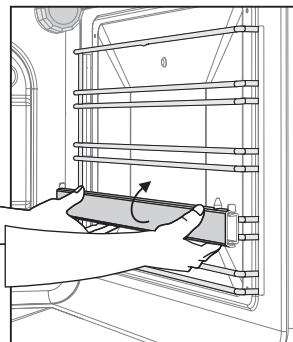

Рис. 3
***Телескопические полки** крепятся на проволочные направляющие и служат для выдвигания готовящегося блюда за пределы горячей духовки. Телескопические полки могут быть установлены на разной высоте, в зависимости от того, на каком уровне должно идти приготовление пищи. Чтобы переустановить телескопическую полку, необходимо отвести ее нижний край (рис. 3), а затем движением вниз снять с проволочных направляющих. Установка на другой уровень производится в обратной последовательности.